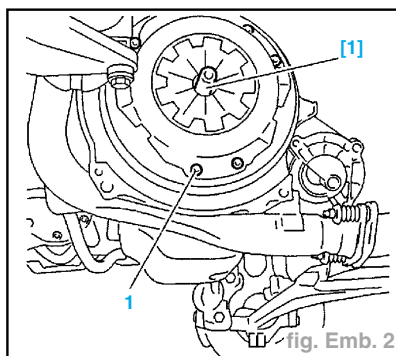

fig. Emb. 2
- Poser (fig. Emb. 2) :
- le disque d'embrayage (3),
- le mécanisme d'embrayage (2),